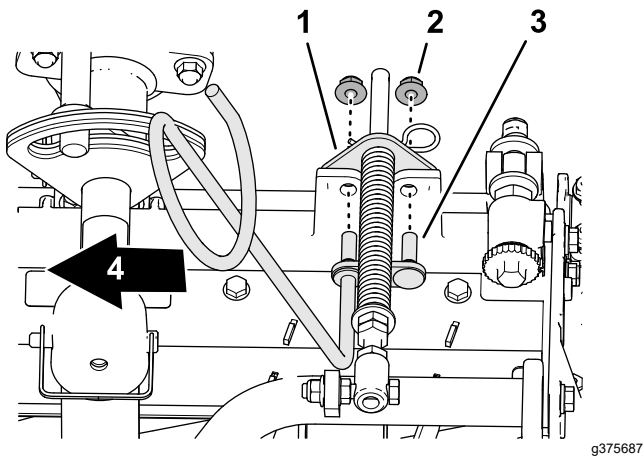

図 10
5. 左側ホースガイドのスタッドを、カッティングユニットのフレームの穴とターフ補正器の穴に合わせて取り付ける 図 10。